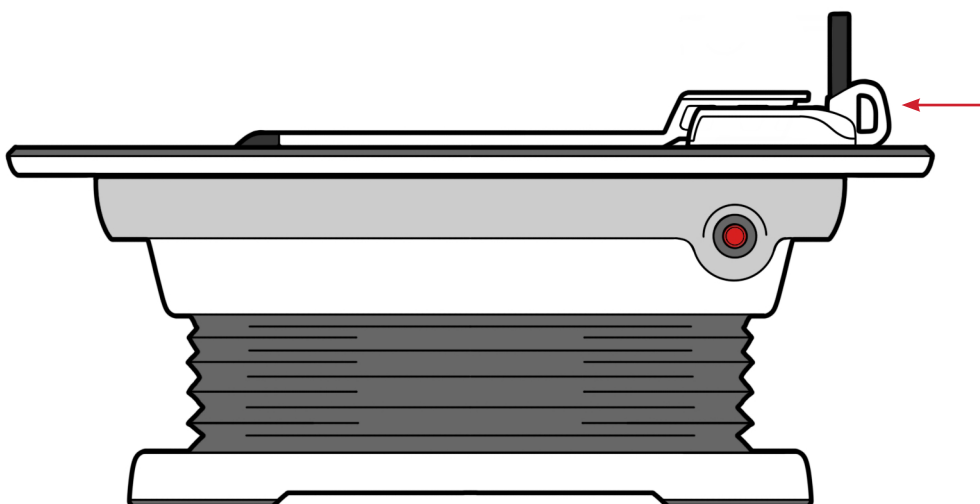

Рис. 2
- Поместите нижнюю катушку на стол для МРТ. С помощью рукоятки на устройстве установите устройство под устройство для иммобилизации при стереотаксической радиохирургии Encompass™, используемое при МРТ (RT-4600-01-MRI) (рис. 2).